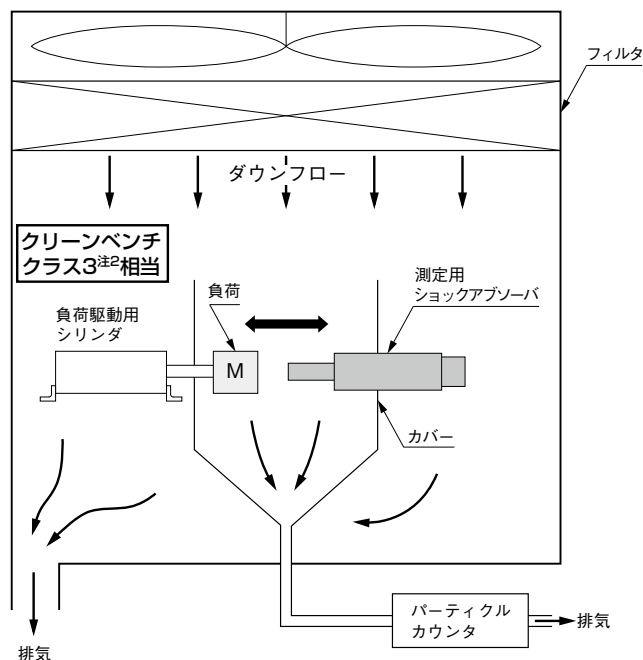

図 1
1. クリーンベンチ(図 1)内の測定用ショックアブソーバおよび負荷駆動用シリンダを作動させず、クリーンベンチ内のパーティクルを測定する（バックグラウンドの測定）注。